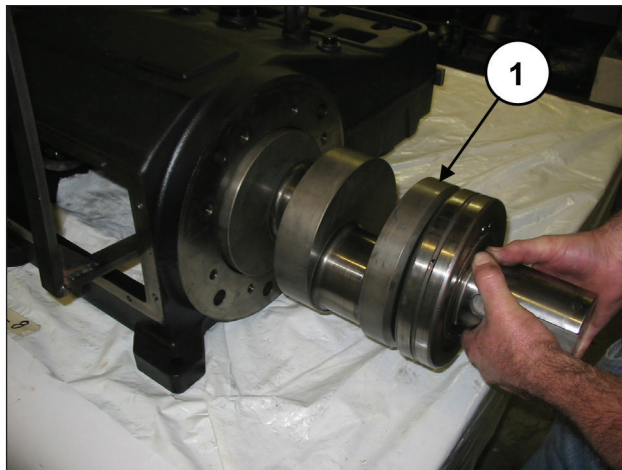
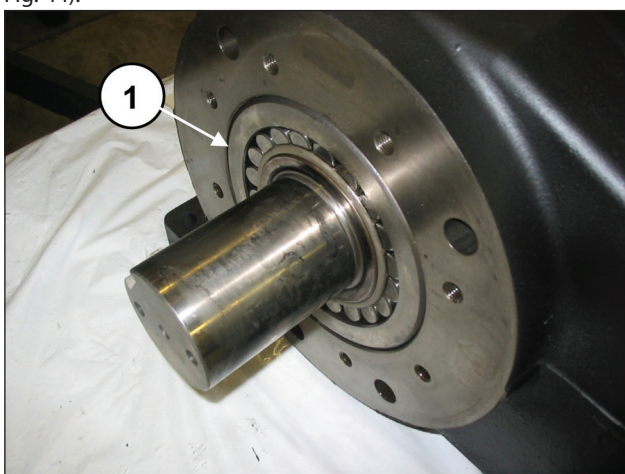

Fig. 30
Fig. 44
Extraia o eixo e o rolamento (pos. ①, Fig. 30).
Insira o eixo (pos. ①, Fig. 30), até que o rolamento pré-montado seja nivelado com a borda do cárter (pos. ①, Fig. 44).